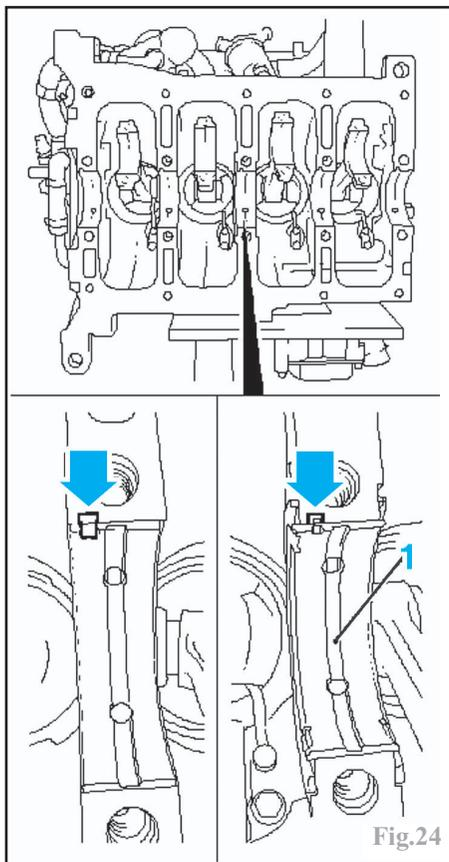

Fig.24
Placer les coussinets de vilebrequin dans le bloc-cylindres en veillant au logement correct des ergots de guidage (flèches), à la position du palier de vilebrequin (1) (Fig.24).